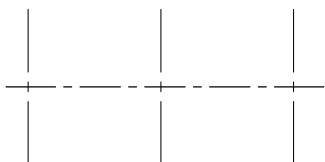

图 7-75 创建辅助线
- 05 使用快捷键 O 激活【偏移】命令，将垂直中心线分别向左、右两侧偏移 26 个绘图单位，创建辅助线，结果如图 7-75 所示。